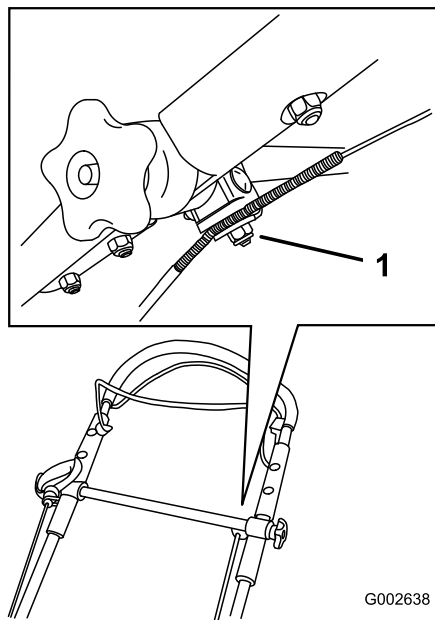

Figura 45
1. Afloje la tuerca del soporte del cable (Figura 45).